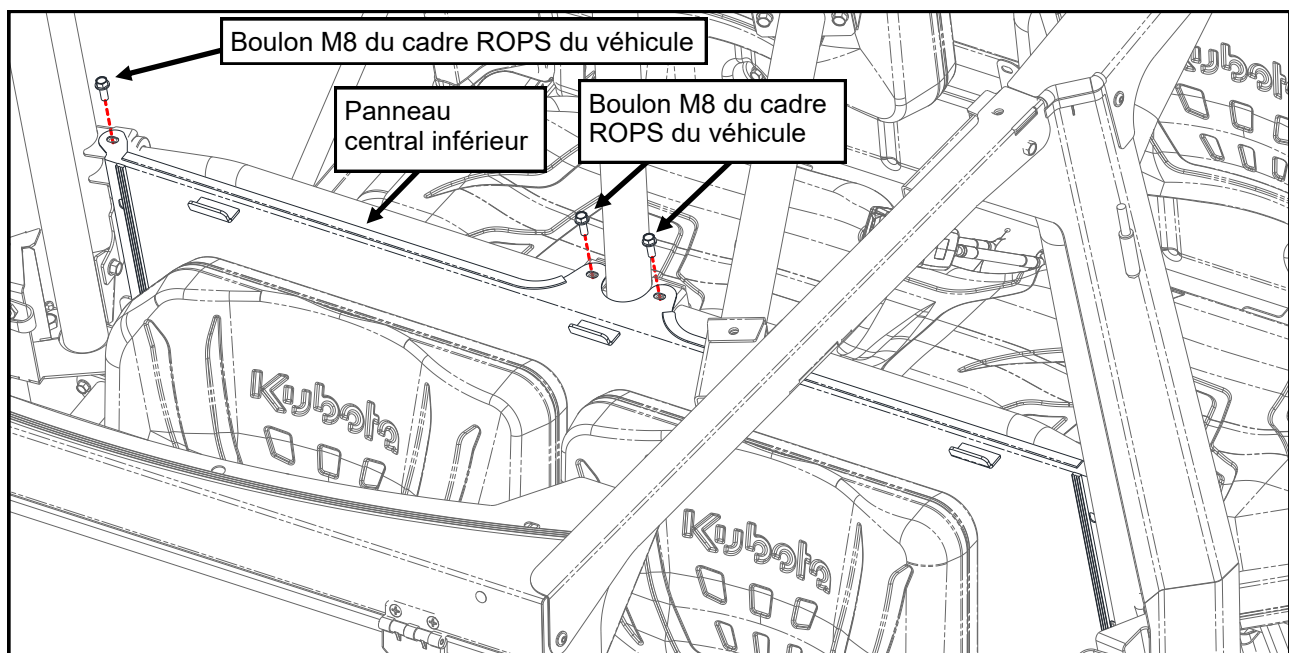

Figure 1.2 : Panneau central inférieur
- 1.2 Retirer les (4) boulons supérieurs M8 des traverses centrales du cadre ROPS du véhicule. Ne pas desserrer ni retirer les boulons inférieurs (voir Figure 1.2).